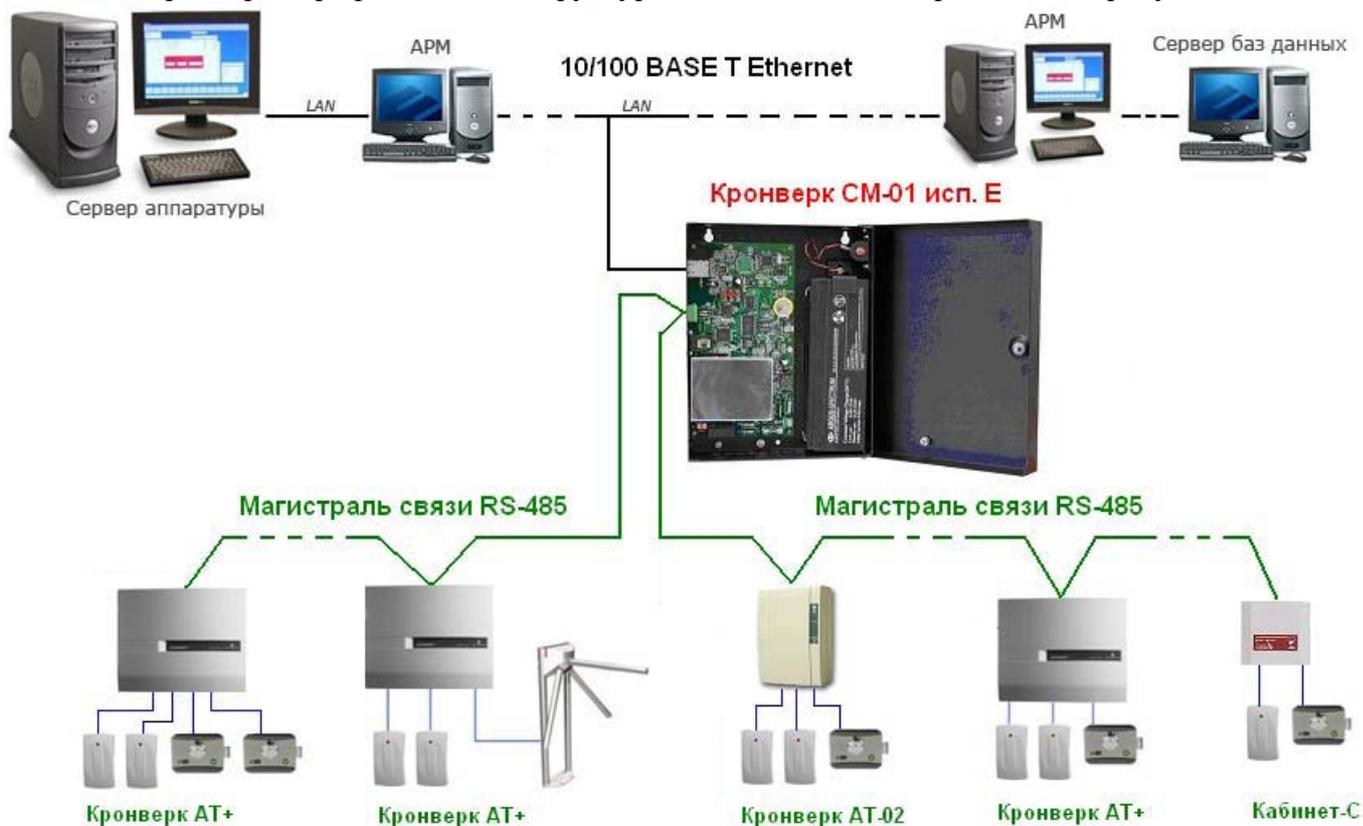

Рисунок 4.1: Объединение контроллеров СКУД "Кронверк" в единую сеть.
4.1 Контроллеры функционируют в составе СКУД "Кронверк", работающий под управлением ПО "Кронверк-Профессионал". Структурная схема системы приведена на рисунок 4.1.